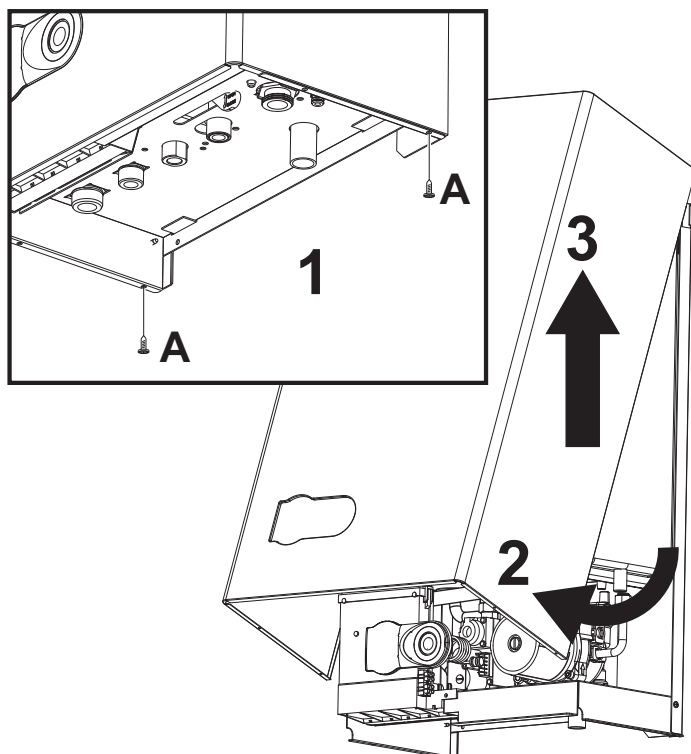

fig. 12 - Deschiderea carcasei
1. Deșurubați șuruburile A (vezi fig. 12).
2. Rotiți carcasa (vezi fig. 12).